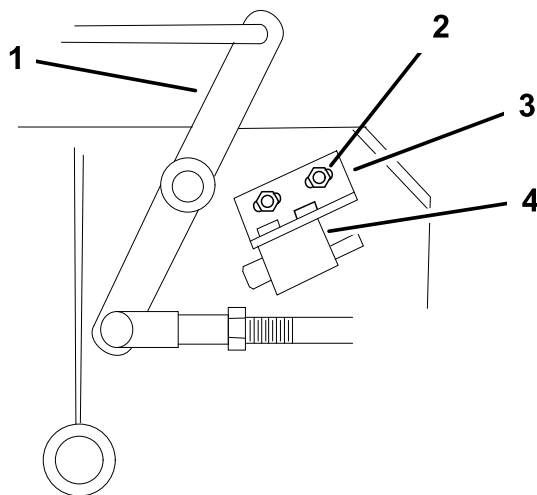

Рисунок 51
4. Если необходимо, отрегулируйте защитный выключатель ножа, ослабив болты крепления кронштейна выключателя (**Рисунок 51**).
Чтобы не повредить выключатель, убедитесь, что коленчатый рычаг **не касается** корпуса выключателя (**Рисунок 51**).